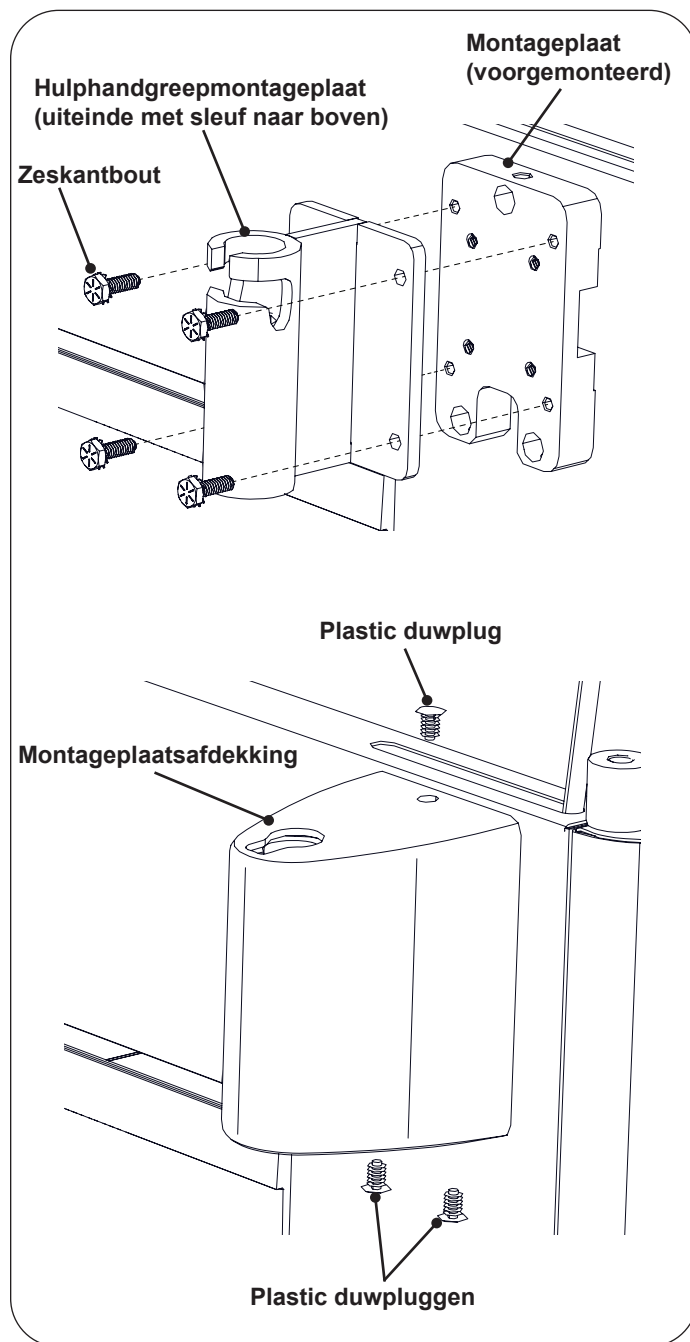

Figure 6. De hulphandgrepen voor patiënten plaatsen
1. Lijn de montageplaat voor de hulphandgreep uit op het gatenpatroon op de montageplaat die al vooraf op de tafel is aangebracht. Verzeker u ervan dat het uiteinde van de hulphandgreepmontageplaat met de gleuf naar boven wijst. Gebruik vier zeskantbouten om de montageplaten aan elkaar te bevestigen. (Zie Figure 6.)
2. Schuif de montageplaatsafdekking over de hulphandgreepmontageplaat met de slotopening naar boven. Lijn het bovenste montagegat uit met het gat bovenin de montageplaat. Druk een plastic duwplug met uw duim erin tot deze gelijk is met de bovenkant van de afdekking (zie Figure 6).